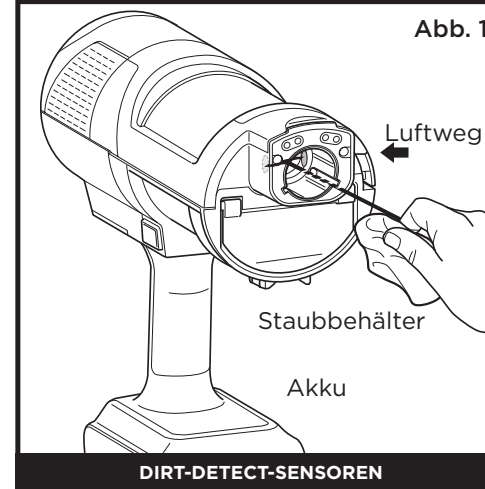

Abb. 1
Reinigen der Sensoren (Abb. 1):
2. Suchen Sie den DirtDetect-Sensoren in der Düse des Handstaubsaugers (Abb. 1), den LightDetect-Sensoren oben auf der Düse (Abb. 2) und den EdgeDetect Sensoren an der Seite der Düse (Abb. 3).